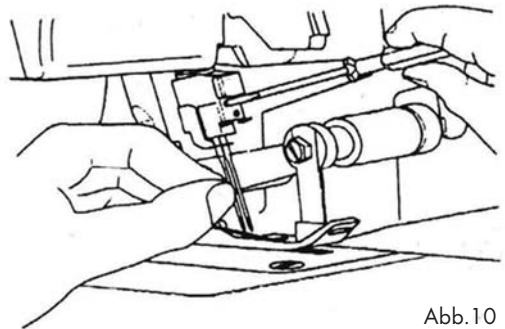

Abb.10
2. Lösen Sie die Nadelschrauben mit dem kleinen Schraubendreher soweit, dass sich die Nadel löst (Abb. 10).
3. Ziehen Sie die Nadelschrauben mit dem kleinen Schraubendreher fest (Abb. 10).